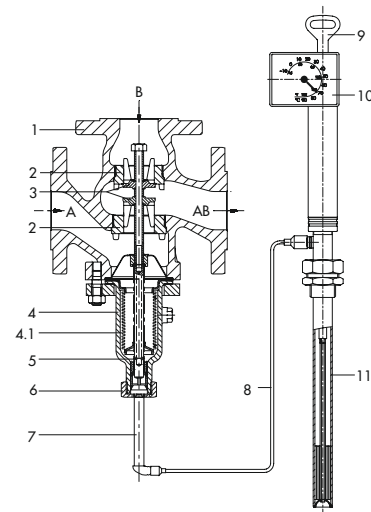
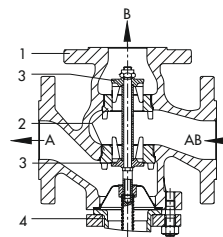

Bild 3: Temperaturregler mit Dreiwegeventil Typ 9 (NPS 2) und Regelthermostat Typ 2231, Dreiwegeventil mit Kegelanordnung I, Pfeilrichtungen für Mischbetrieb
Bild 4: Dreiwegeventil Typ 9 mit Kegelanordnung II, Pfeilrichtungen für Verteilbetrieb
Wirkungsweise (vgl. Bild 3 und Bild 4)
Bei Mischventilen (vgl. Bild 3 mit Kegelanordnung I) werden die zu mischenden Medien bei A und B zugeführt. Der Gesamtstrom fließt bei AB ab. Der Durchfluss von A oder B nach AB ist von der freigegebenen Fläche zwischen den Sitzen (2) und den Kegeln (3) und damit von der Stellung der Kegelstange (5) abhängig. Bei steigender Temperatur wird Anschluss A geöffnet und Anschluss B geschlossen.
Bei Verteilventilen wird dagegen das Medium bei AB zugeführt und die Teilströme fließen bei A oder B ab. Der Durchfluss von AB nach A oder B ist von der Stellung der Kegelstange abhängig. Verteilventile weisen die Kegelanordnung II (vgl. Bild 4) auf. Dabei wird bei steigender Temperatur Anschluss A geschlossen und Anschluss B geöffnet.